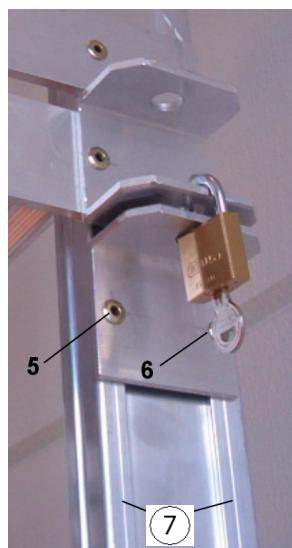

Figura 4
- Cierre primero el cierre de seguridad para determinar la altura de la escuadra (figura 4).
- Taladrar los agujeros en la ranura (pos.7) de la barra de la escala (pos. 5 y 6).
- Los remaches pop en pos. 5 y 6 pasando por la escuadra y la barra de la escala.